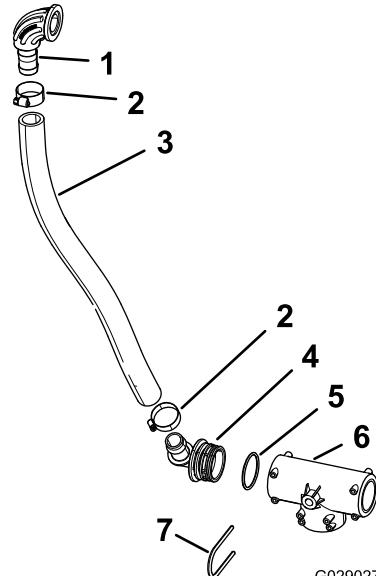

Figure 36
1. Insérez le raccord coudé à bride que vous avez retiré à l'opération 3 de Débranchement du flexible d'entrée \(page 19\) dans le flexible d'entrée de 2,5 x 66 cm et fixez le raccord avec le collier que vous avez conservé (Figure 36)
2. Insérez l'extrémité cannelée du raccord à 90° à emboîtement dans l'autre extrémité du flexible d'entrée et fixez-le avec un collier, comme montré à la Figure 36.
3. Placez un joint torique dans la rainure du raccord à 90° à emboîtement (Figure 36)
4. Insérez l'emboîtement du raccord à 90° à un bout du raccord en T supérieur (Figure 36) et fixez-le avec un étrier de retenue.